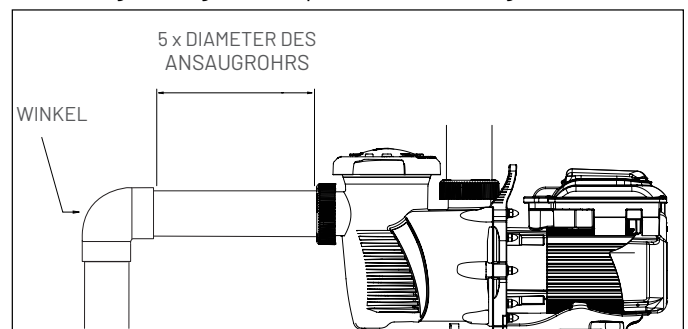

Abbildung 2: Empfohlene Verrohrung
4. Pentair empfiehlt für die meisten Installationen den Einbau eines Ventils sowohl auf der Pumpenansaugseite als auch in der Rücklaufleitung, damit die Pumpe während einer vorgesehenen Wartung isoliert werden kann. Wir empfehlen jedoch auch, ein Ventil, einen Winkel oder ein T-Stück in der Ansaugleitung nicht näher an der Vorderseite der Pumpe zu montieren, als in einem Abstand, der dem fünf-fachen (5) Durchmesser der Ansaugleitung entspricht. Das Rohr sollte in der Nähe des Saug- und Druckstutzens der Pumpe abgestützt werden, um die Belastung auf die Pumpe zu verringern. Die Rohrverbindungen nicht zu fest anziehen. Verwenden Sie nur Dichtstoffe für Kunststoffe. Verwenden Sie keine Produkte auf Erdölbasis. Die Saugleitung muss unbedingt dicht sein. Die Saugleitung muss immer mindestens die gleiche Größe haben wie die Saugöffnung der Pumpe. Siehe Abbildung 2.